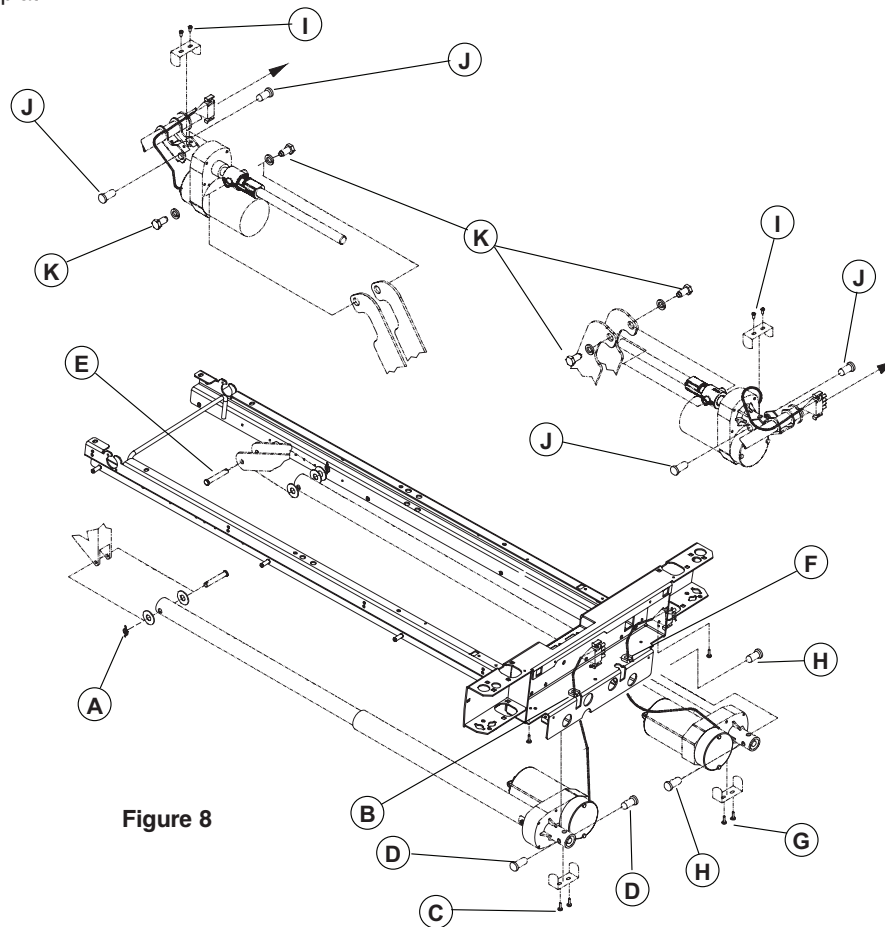

Figure 8
4. À l'aide de pince à becs pointus, retirer la goupille à fermeture enroulante, les rondelles et l'axe de chape (E, Figure 8, à la page 2-40) reliant les bras du levier de la section de cuisse au tube du vérin de cuisse.
7. À l'aide d'un tournevis Phillips n° 2, retirer les deux vis (D) fixant l'activateur du micro interrupteur à la section de cuisse. Installer l'activateur du micro interrupteur sur la nouvelle section de cuisse.
À moins d'indication contraire, se reporter à la Figure 8, à la page 2-40, pour cette procédure.